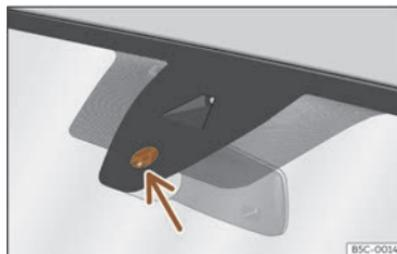

Fig. 82 Superficie sensibile del sensore pioggia.
Di seguito sono riportate alcune delle possibili cause di anomalia e di interpretazione scorretta *nella zona della superficie sensibile* >>> **fig. 82** del sensore pioggia:
- **Sporcizia:** la polvere asciutta, la cera, il rivestimento dei vetri (effetto loto) o i resti di detersivo (tunnel di lavaggio) possono ridurre l'efficacia del sensore pioggia o far sì che reagisca in ritardo, più lentamente o che non funzioni. Pulire regolarmente la superficie sensibile del sensore pioggia >>> **fig. 82** (freccia) e verificare la presenza di eventuali danni sulle spazzole.